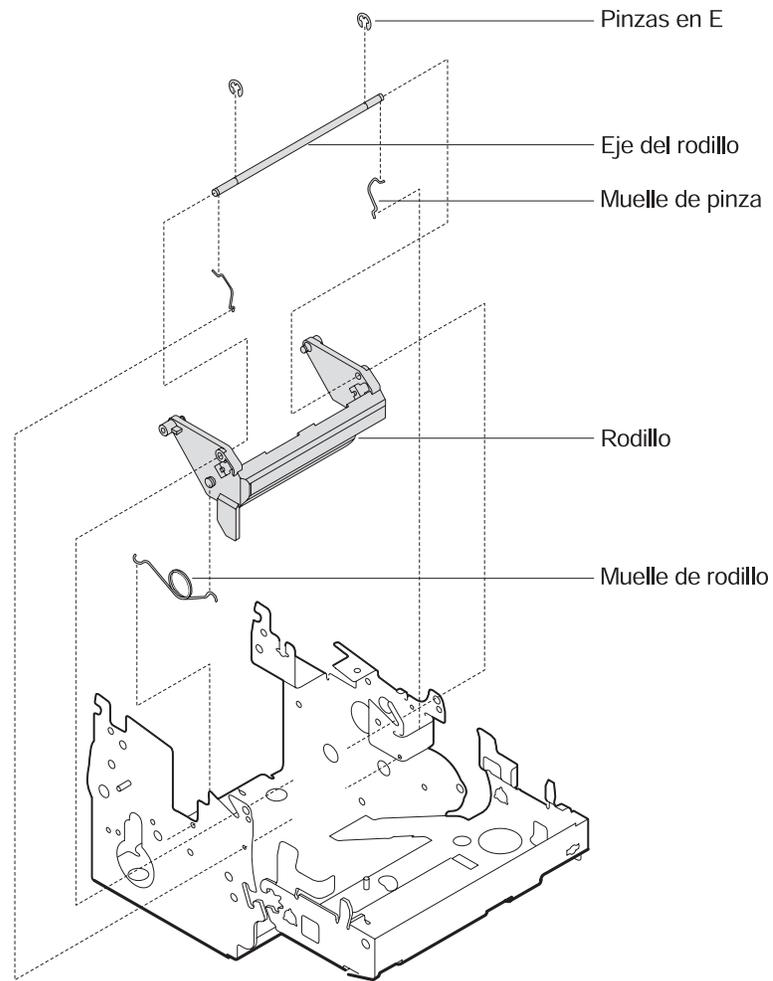

Figura 4-19. Extracción del conjunto del rodillo de inserción de documentos
- “Extracción y sustitución del rodillo de alimentación de inserción de documentos (ID) (modelos con ID)” en la página 4-37
4. Desconecte los **muelles de pinza** situados a ambos lados del eje del rodillo. Consulte la Figura 4-19 en la página 4-27.